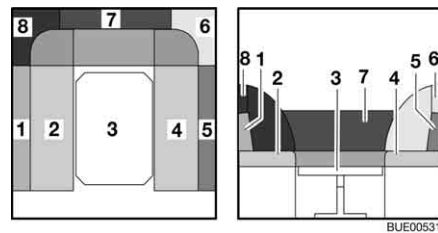

Fig. 92 Pendant la transformation
- Tirer les coussins d'assise (Fig. 92,2 et 4) vers le centre.
- Placer les coussins de dossier (Fig. 92,1 et 5) entre les coussins d'assise et la paroi extérieure.
- Retirer les coussins de dossier (Fig. 92,6, 7 et 8) et les placer de côté.